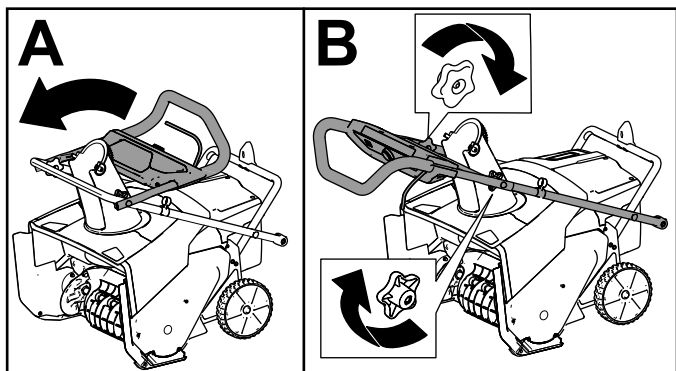

Figura 4
2. Desfaceți mânerul superior și permiteți fixarea în poziție a butoanelor acestuia (A din Figura 4).
3. Strângeți butoanele mânerului (B din Figura 4).